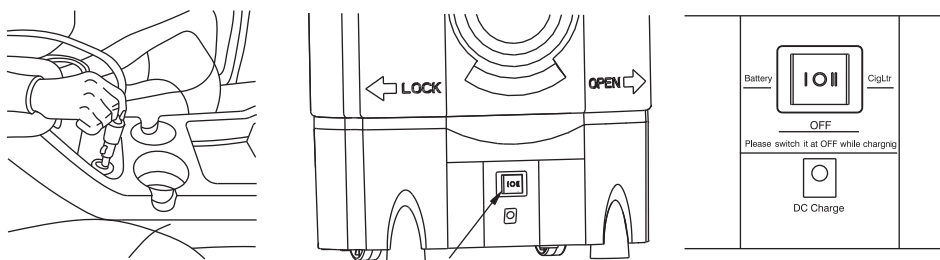

Рис.4
1. Наполните ёмкость мойки водой. Вставьте штекер в гнездо прикуривателя автомобиля, далее переведите переключатель на мини-мойке в положение (II-“CigLtr”), если Вы хотите включить минимойку автономно, от встроенной аккумуляторной батареи, переведите переключатель в положение (I-“Battery”). - (рис.4)